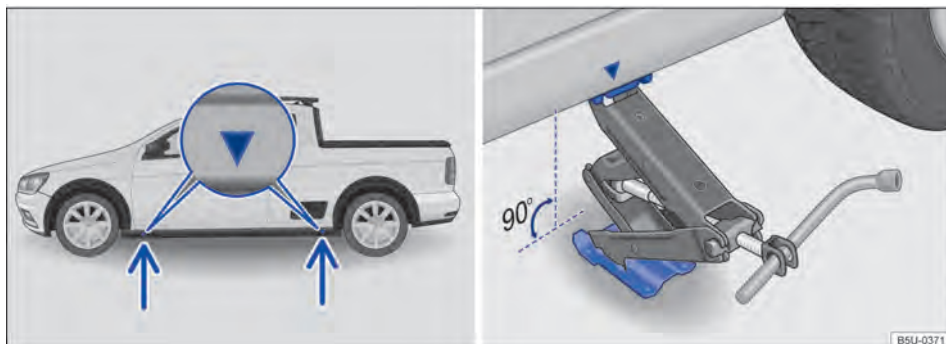

Fig. 221 Pontos de apoio do macaco e macaco posicionado no lado esquerdo traseiro do veículo.
O macaco somente pode ser posicionado nos pontos de apoio indicados (marcação na carroceria) → Fig. 221. É válido o ponto de apoio localizado próximo à roda correspondente → ⚠.
7. Procurar sob o veículo o ponto de apoio do macaco → Fig. 221, mais próximo da roda a ser trocada.
9. Garantir que a base do macaco, com toda sua superfície, esteja sobre o chão e que a base se encontre perpendicularmente abaixo do ponto de colocação → Fig. 221.
10. Alinhar o macaco e, simultaneamente, levantar a garra do macaco até ela se encaixar na travessa debaixo do veículo → Fig. 221.
- Posicionar o macaco somente nos pontos indicados. A garra do macaco deve se encaixar no perfil da longarina de forma segura → Fig. 221.